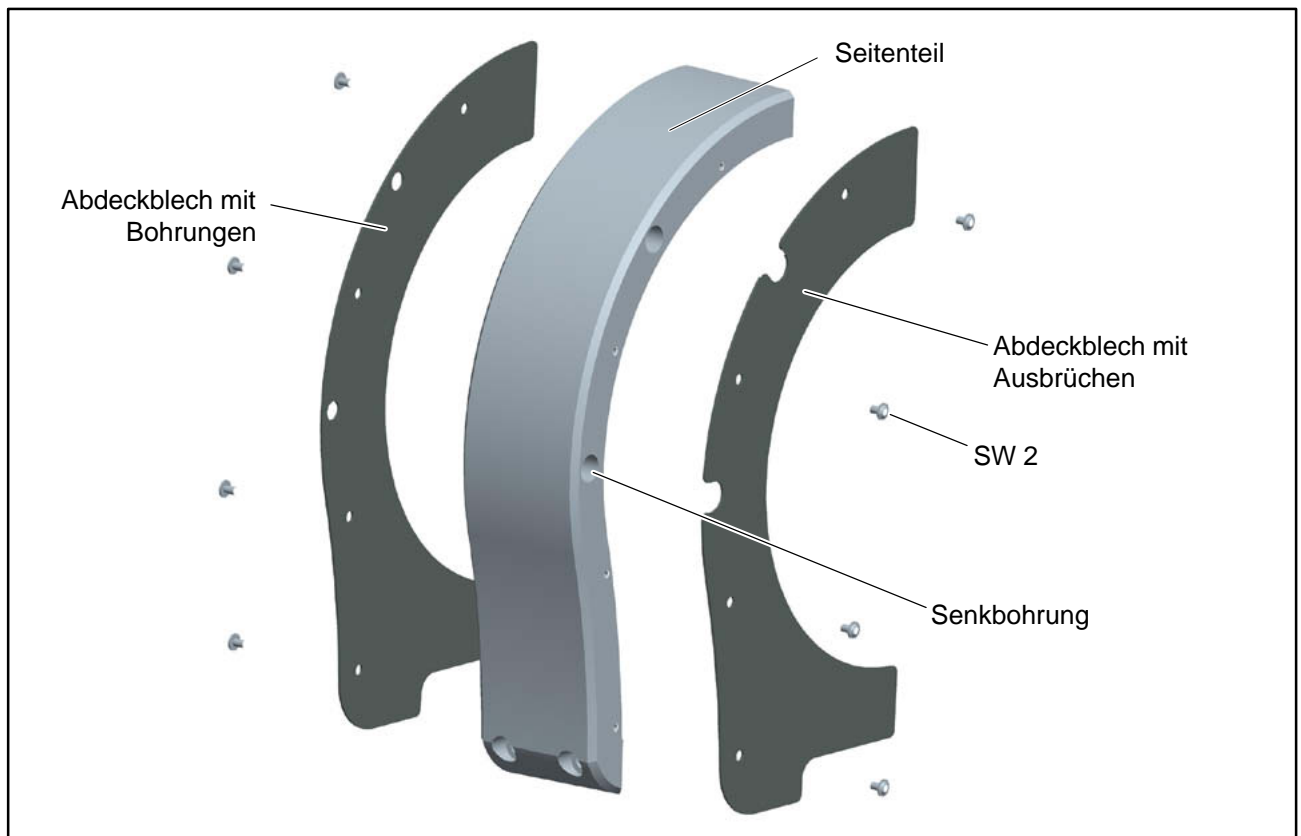

Abb.6.7: Abdeckbleche montieren
4. Schrauben Sie die Abdeckbleche auf die Seitenteile (Schrauben mit Innensechskant SW 2; Anziehdrehmoment $M_A = 1 \text{ N} \cdot \text{m}$). Beachten Sie, dass das Abdeckblech mit den Ausbrüchen auf der Seite mit den Senkbohrungen zu montieren ist! (siehe Abb.6.7).